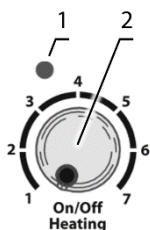

Рисунок 2. Панель управления MSH-300
5.2.3 **Установка температуры плиты.** Поворачивая ручку нагрева **Heating** (рис. 2/2) по часовой стрелке, включите нагрев и установите требуемую температуру, линейно, в диапазоне от 30 до 330 °С. Индикатор нагрева (рис. 2/1) начинает мигать 4 раза в секунду, пока устройство не достигнет заданной температуры.
5.2.4 **Установка скорости перемешивания.** Используя ручку **Mixing** (рис.2/3), включите режим перемешивания и установите требуемую скорость. Включится индикатор перемешивания (рис. 2/4). Увеличивайте скорость плавно.